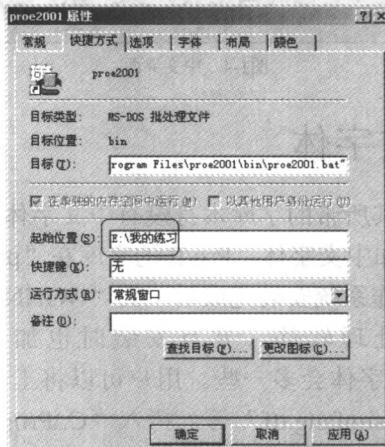

图 1-7 【proe2001 属性】对话框
- (2) 启动至工作目录。右键单击桌面上的 Pro/E 快捷图标，选择【属性】选项，弹出【proe2001 属性】对话框，如图 1-7 所示。将【起始位置】栏设置为你的工作目录（此处为“E:\我的练习”），单击 **确定** 按钮完成设置。Pro/E 2001 在每次启动后，自动进入工作目录。